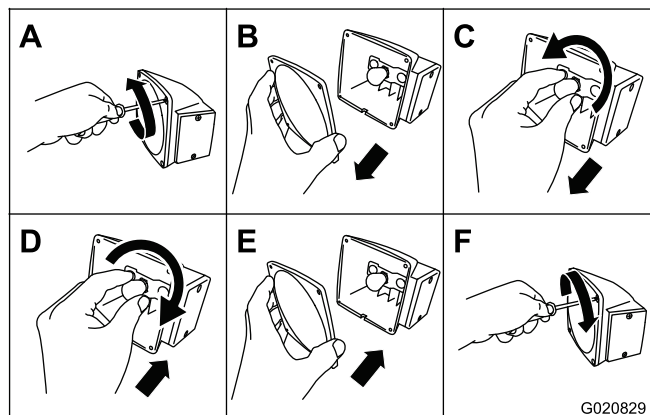

Figure 62
1. À l'aide d'un tournevis, retirez les 4 vis du grand verre carré sur le feu (Figure 62).
2. Déposez le verre (Figure 62).
3. Poussez sur l'ampoule et tournez-la dans le sens antihoraire pour la retirer de la douille (Figure 62).
4. Poussez une ampoule neuve 1157 dans la douille et tournez-la dans le sens horaire pour la bloquer en place (Figure 62).
5. Replacez le verre et les 4 vis (Figure 62).